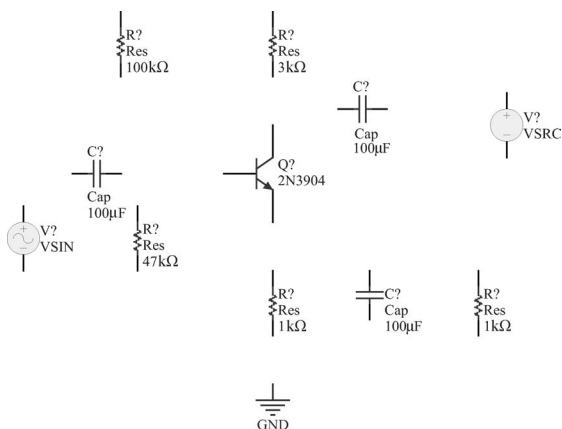

图 3-65 放置元器件和信号源
- (1) 从 Miscellaneous Devices. IntLib 库中分别找到名称为 Res1 的电阻元器件、名称为 Cap 的电容元器件、名称为 2N3904 的晶体管,并将其按照图 3-65 所示的位置进行放置。
(2) 从 Simulation Sources. IntLib 库中找到名称为 VSRC 和 VSIN 的元器件, 并按照图 3-65 所示的位置进行放置。
(3) 单击 AD 软件主界面下工具栏内的  按钮, 将 GND 按照图 3-65 所示的位置进行放置。